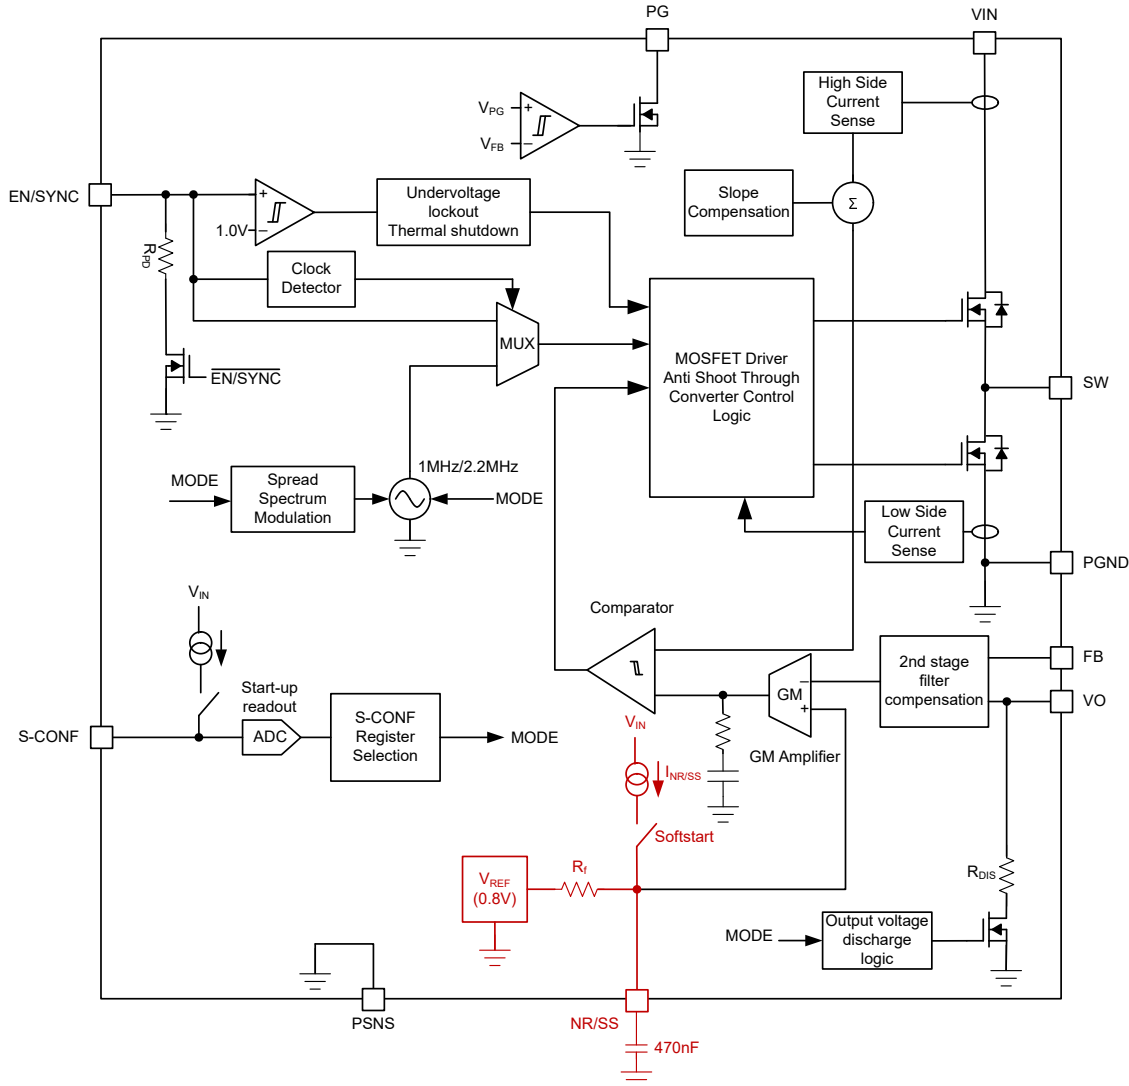

図 4-1. TPS62913 の機能ブロック図
XO 電源ノイズを低減するため、ノイズリダクション (NR) ピンを持つ電源を推奨します。電源として、LDO またはスイッチング DC/DC コンバータの IC を使用できます。バイパス コンデンサを電源電圧リファレンスに接続するには、NR ピンが必要です。バイパス コンデンサから形成された RC フィルタにより、低周波 (10kHz 未満) ノイズが低減されます。多くの TI 電源では、コンデンサに $C_{NR/SS}$ というラベルが付いており、ソフト スタート (SS) 時間を設定します。たとえば、TPS62913 は NR ピンを利用できる DC/DC コンバータです。図 4-1 に、ブロック図を示し、NR ピンを強調しています。